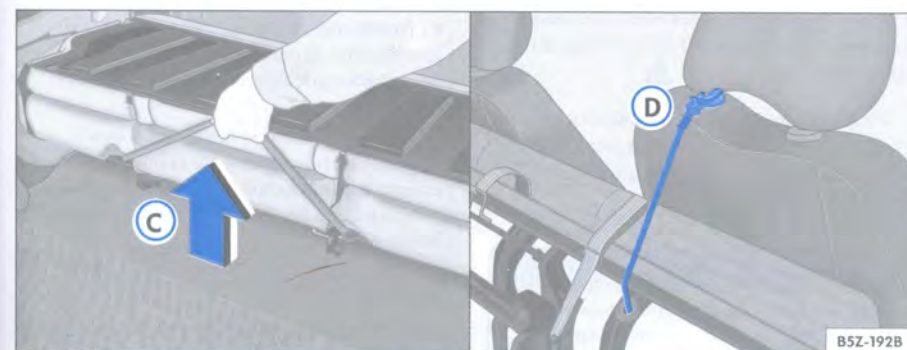

Fig. 79 Tirador para desbloquear el conjunto del piso / asiento inclinado fijado con la cinta elástica roja en la guía del apoyo para cabeza
- Tire de la lengüeta mayor ⇒ página 95, fig. 79 C para desbloquear el conjunto del piso y al mismo tiempo levántelo **cuidadosamente** en la dirección de los asientos delanteros ⇒ A.
- Localice la cinta elástica roja, que está alojada en la parte inferior del asiento y encaje el gancho de la cinta elástica roja en la varilla del apoyo para cabeza del asiento del pasajero ⇒ página 95, fig. 79 D, inmovilizando el conjunto ⇒ A.